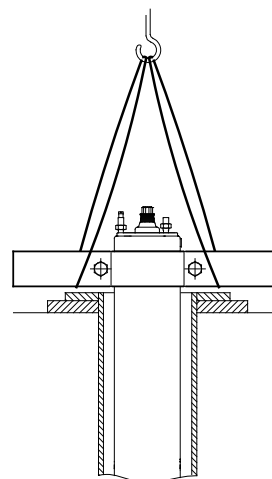

Рис. 20 Электродвигатель в вертикальном положении
2. Установите двигатель в вертикальном положении в отверстие скважины. См. рис. 20.